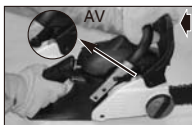

Fig. 6A
1. KEDJEBROMSEN är FRÅNKOPPLAD (kedjan kan flyttas) när BROMSSPAKEN DRAS TILLBÄKA OCH LÅSES. Var säker på att kedjebromsens spärr är i läget AV. (Fig. 6A)